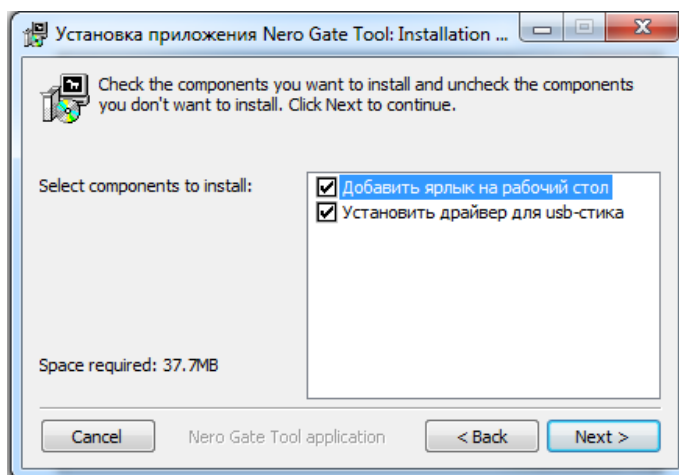
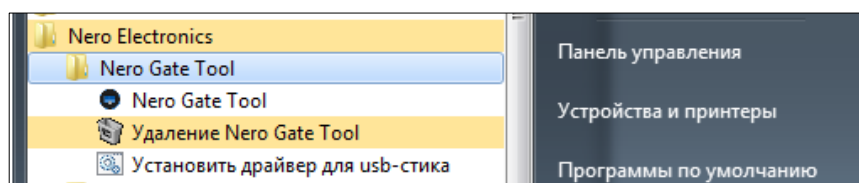

Рисунок 2 – Начало установки программы
Рисунок 10 – Установка драйвера USB-стика из меню «Пуск»
1. Программу Nero Gate Tool можно установить на компьютер и без установки драйвера USB-stick, если в окне установки программы (см. рисунок 2) снять галочку «Установить драйвер для USB-стика». Драйвер для USB-stick можно установить позднее, после установки программы. Для этого в меню «Пуск» нужно выбрать пункт «Все программы», найти папку «Nero Electronics», открыть её (щёлкнуть мышкой), затем открыть вложенную папку «Nero Gate Tool» и выбрать пункт «Установить драйвер для USB-стика (см. рисунок 10):